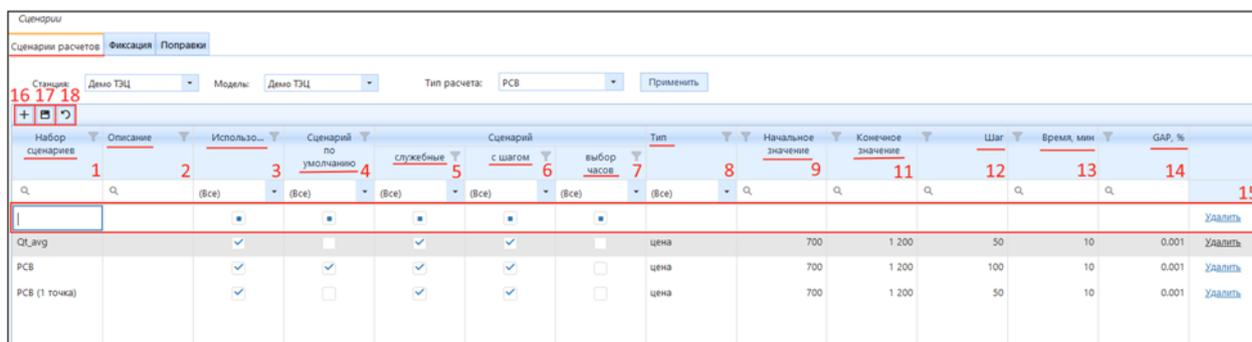

Рисунок 4.3.40 – Создание набора сценариев
Для того чтобы создать новый набор, необходимо нажать кнопку (16) (рис. 4.3.40), после чего будет добавлена новая запись набора сценариев (15).
После создания новой строки необходимо (по рис. 4.3.40):
- нажать ЛКМ кнопку «Добавить строку» (1);
- указать номер сценария в колонке «Номер сценария» (2);
- в колонке (3) задать «название сценария», именно оно будет отображаться в логе оптимизационного расчета;
- в колонке «Фиксировать результаты» (4) находится чек-бокс при активации которого, результат фиксаций можно передавать в другие сценарии;
- в колонке «Количество часов» (5) выставляется необходимое количество часов для сценарного расчета. По умолчанию количество часов задается 24. Если администратору необходимо в одном из сценариев усреднять значения в одну точку все 24 часа, то колонку «Количество часов» (5) необходимо оставлять пустой и в колонке «Зависит от интервалов» (7) активировать чек-бокс;
- в колонке «До конца суток» (6) необходимо активировать чек-бокс для таких запусков, при которых необходимо осуществлять расчет, начиная с заданного пользователем часа и до конца расчетных суток;
- в колонке «Зависит от интервалов» (7) (находится чек-бокс при активации которого, будет производиться проверка наличия временного ряда с назначением «Индикатор интервалов» для конкретного типа расчета. По умолчанию в колонке ФВ стоит один индикатор в 23-ий час, который равен 1. Это означает, что при активации чек-бокса в колонке «Зависит от интервалов» для расчетного сценария будет усреднение всех часов суток в одну точку;
- в колонке «С шагом» (8) активируется чек-бокс в том случае, если сценарий настраивается для расчетов, где необходимо проводить расчет с фиксированным шагом по параметру в заданном диапазоне. Важная особенность: если в верхней рабочей области не произведены все соответствующие настройки пример на (рис. 4.3.40), то данный чек-бокс влияния на сценарий не окажет;
- колонка «Поиск» (9) служит для того, чтобы производить маркировку точек R_{min} , R_{opt} , R_{max} для конкретного сценария, если в данном сценарии используется функция «С шагом». Например, необходимо посчитать сценарий с определенным шагом и из всех шагов будут выделены заданные точки при настройке функции поиск в новом окне «Просмотр свойств сценария» кнопка (12) на вкладке «Поиск»;
- после всех произведенных действий необходимо сохранить изменения с помощью кнопки (16) или отменить нажатием ЛКМ на кнопку (17).